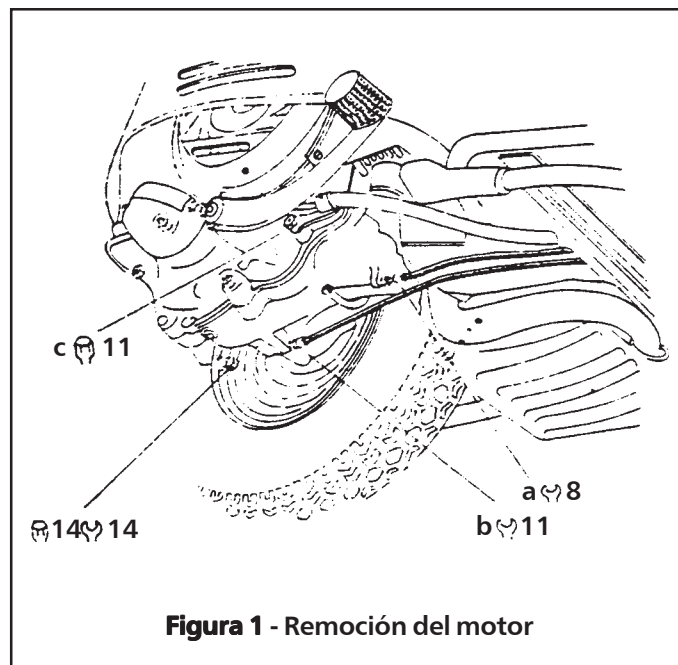
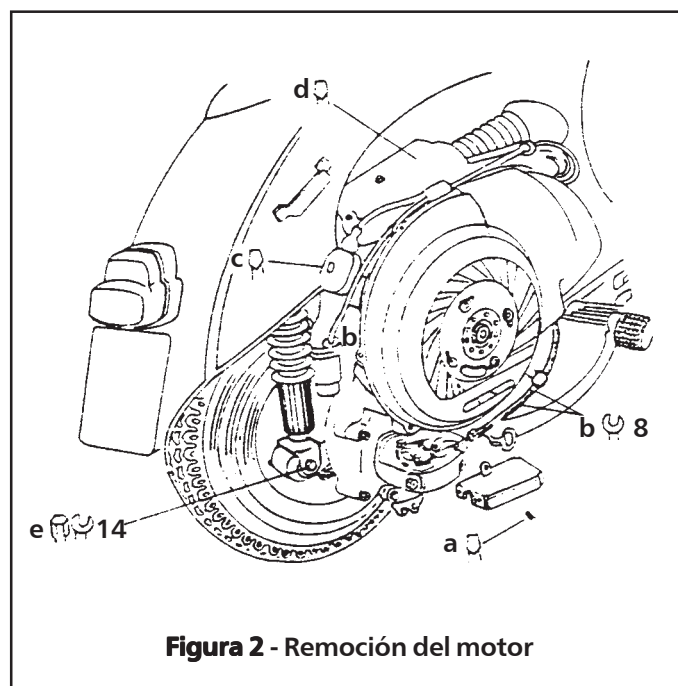

Figura 1 - Remoción del motor
Figura 2 - Remoción del motor
3. Desconecte los extremos inferiores de los cables del freno trasero y el embrague (refiérase a «a» y «b» en la figura 1).
4. Retire la tuerca del gancho que sostiene los cables de los cambios y luego retire la tapa de la caja del cambiador de marchas. Ahora, es posible soltar los extremos inferiores de los cables de los cambios, destornillando las dos terminales de rosca que se encuentran en la caja del cambiador. (Refiérase a «c» en la figura 1 y al «a» y «b» en la figura 2).
5. Abra la caja de empalmes y desconecte los alambres (ver «c» en la figura 2)
7. Retire el perno que asegura el extremo inferiores del amortiguador trasero al motor (ver «e» en la figura 2).